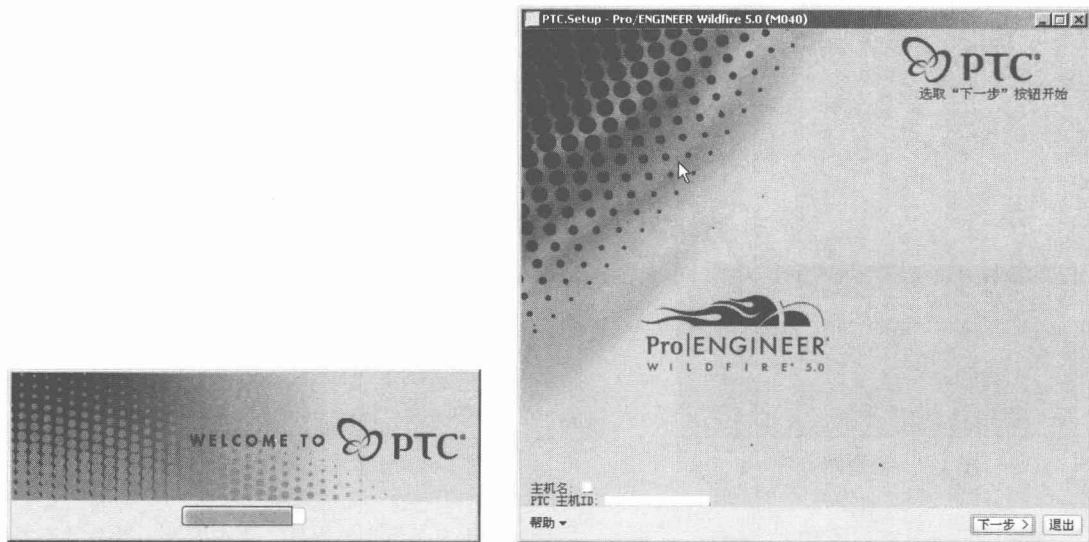

图 1-4 “PTC.Setup - Pro/ENGINEER Wildfire 5.0 (M040)”对话框
- 1 将软件安装光盘插入到光驱中, 稍等片刻, 程序将弹出“PTC.Setup - Pro/ENGINEER Wildfire 5.0 (M040)”对话框, 如图 1-4 所示。